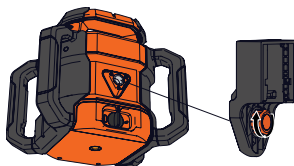

Figura 32
1. Inserte el tornillo del montaje del láser en la rosca de tornillo de 5/8"-11 lateral de la unidad y apriételo. (Figura 32)